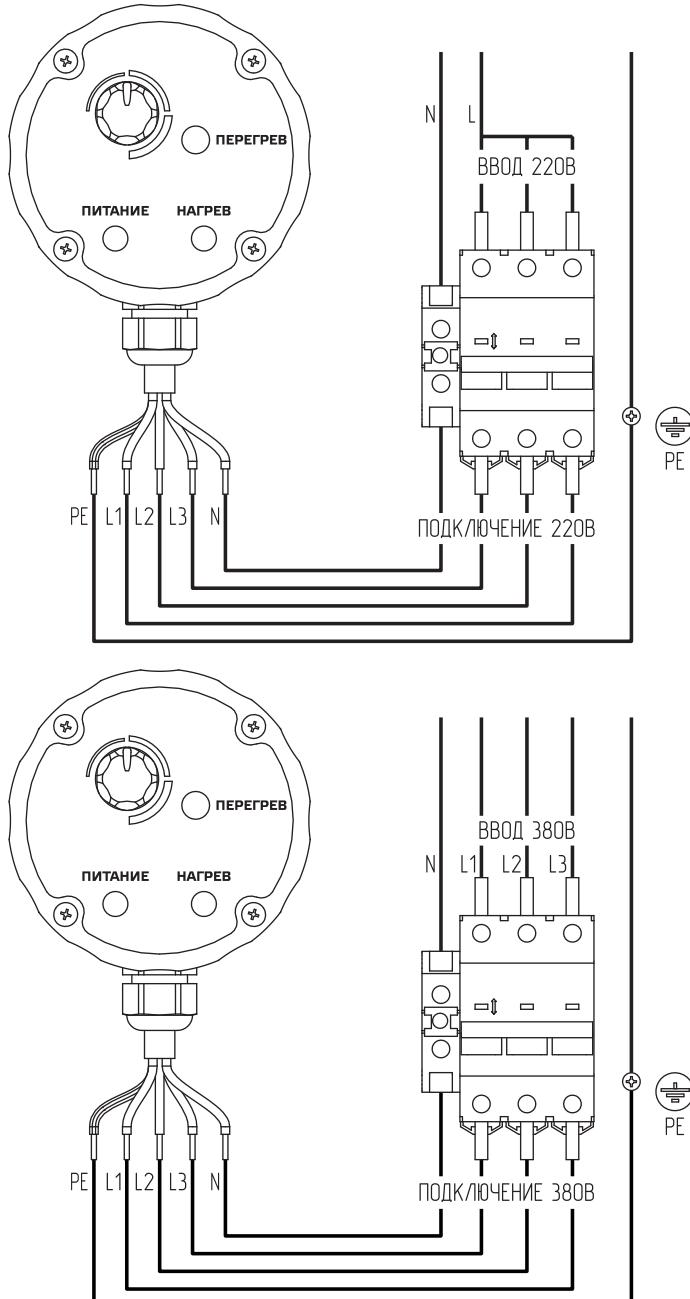

Рис.4 Схема подключения
- Подключите ТЭНБ к электросети в соответствии с **Рис.4**.